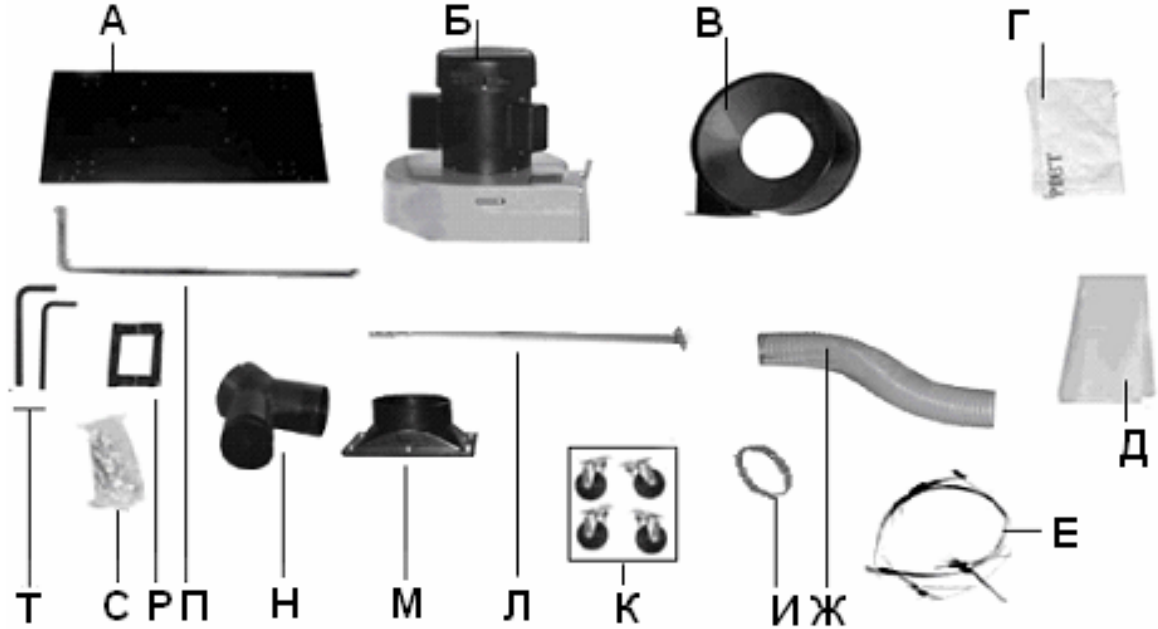

Рис. 1.
3.1. В комплект поставки входит (Рис.1).